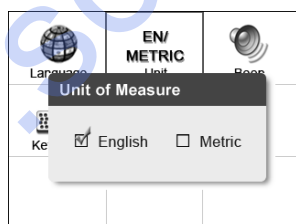

Рисунок 3.4
- 2) На экране **Unit of Measure** используйте кнопки прокрутки **ВЛЕВО/ВПРАВО** для выбора нужной системы мер. (Рисунок 3.4)